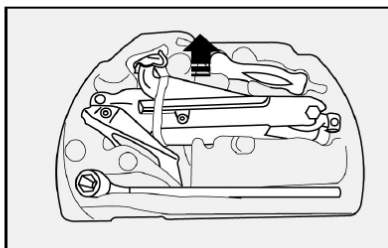
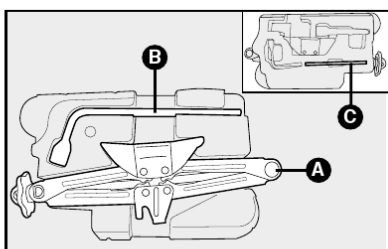

fig. 20
fig. 21
- Colocar o macaco no suporte das ferramentas **fig. 20** ou **fig. 21**, encaixando de modo a evitar vibrações, ou que se solte durante a marcha.